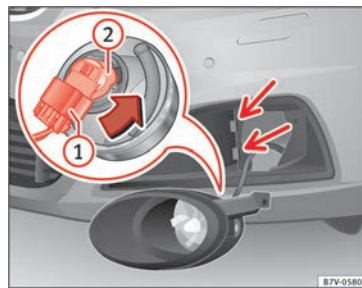

Fig. 110 Cambio de las lámparas de los faros.
3. Inclíne el faro ligeramente hacia delante y extraígalo de sus alojamientos laterales » **fig. 110** (flechas pequeñas).
4. Desbloquee el conector » **fig. 110 ①** y retírelo.
5. Gire el portalámparas » **fig. 110 ②** hasta el tope hacia la izquierda, en el sentido de la flecha, y extraígalo junto con la lámpara retirándolo hacia atrás.
8. Encaje el conector » **fig. 110 ①** en el portalámparas » **②**. El conector debe encastrar de forma audible.
9. Coloque el faro en los alojamientos » **fig. 110** (flechas pequeñas) e inclínelo hacia atrás.